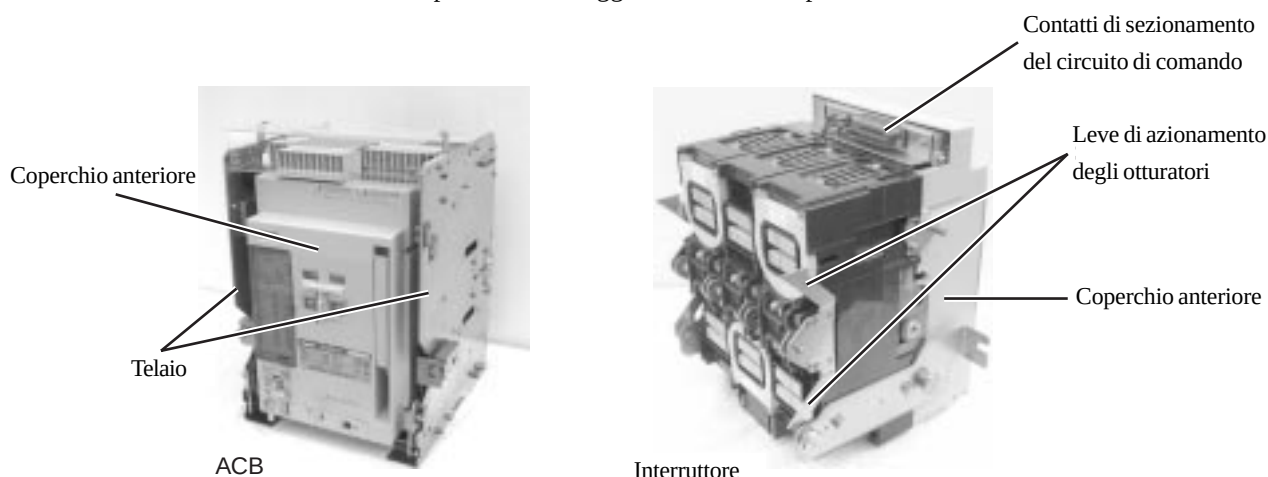

Fig. 1 Interruttore
- Assicurarsi di non esercitare forze sul coperchio anteriore, sui contatti di sezionamento del circuito di controllo, sulle leve di azionamento degli otturatori, durante il trasporto (vedi Fig.1).